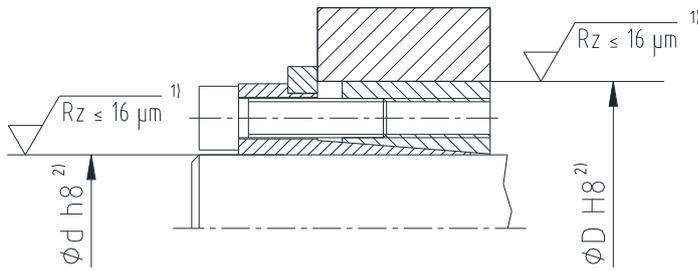

Bild 3: Toleranzen und Oberflächen (Beispiel: CLAMPEX® KTR 201)
- Prüfen Sie den Wellen- und Nabensitz auf die vorgeschriebene Toleranz (siehe Bild 3).